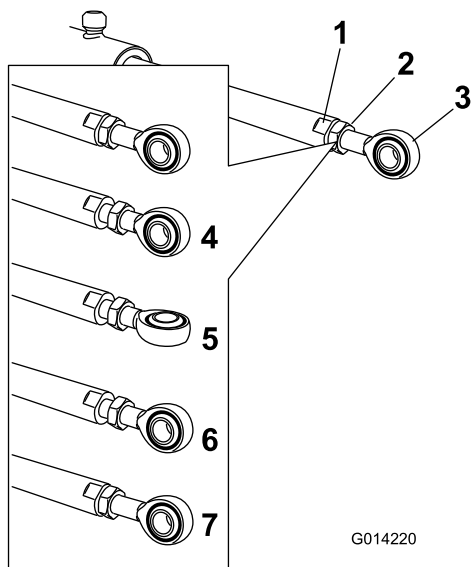

Figura 64
5. Utilize uma chave nos lados planos do accionador para imobilizar e, em seguida, desaperte a porca para permitir que a barra do olhal seja manipulada (Figura 64).
6. Rode a barra do olhal na barra do olhal para diminuir ou aumentar o accionador estendido para a posição desejada (Figura 64).